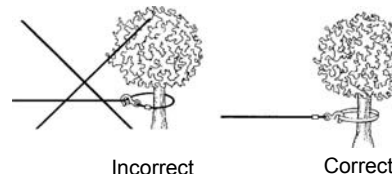

Figure 3
10. NE FIXEZ JAMAIS LE CROCHET SUR LE CÂBLE MÉTALLIQUE, ce qui pourrait endommager ce dernier. Utilisez une sangle de nylon (Figure 3).